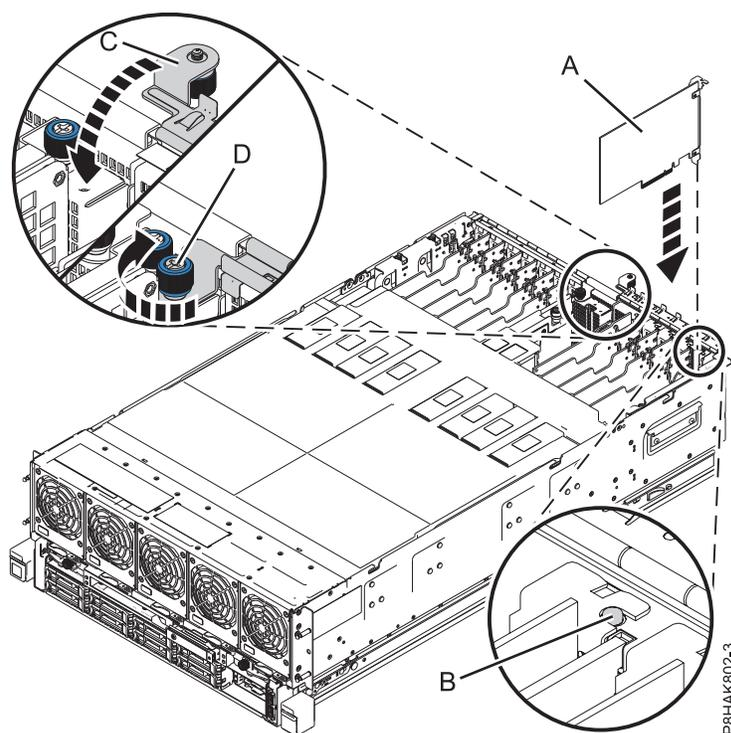

Abbildung 28. PCIe-Adapter im System vom Typ 8408-44E oder 8408-E8E installieren oder austauschen
7. Fassen Sie den Adapter vorsichtig an der Oberkante oder am Haltesteg an und richten Sie den Adapter an dem Steckplatz und dem zugehörigen Anschluss an der Systemrückwandplatine (A) aus, siehe Darstellung in Abb. 28.
9. Stellen Sie sicher, dass die Aussparung für die Adapterkassettenhalterung am Stift des Systemchassis einrastet. Siehe (B) in Abb. 28.
10. Schließen Sie die E/A-Halterung (C), indem Sie sie nach unten drehen, und drehen Sie anschließend die Rändelschraube (D) fest, bis sie sicher im Systemchassis sitzt. Siehe Abb. 28.